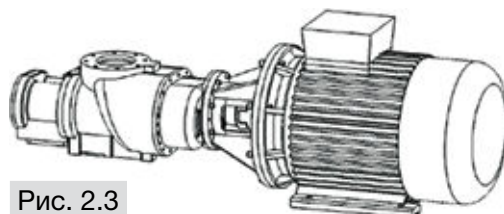

Рис. 2.3
- Компрессоры серии MD приводятся в действие с помощью соединительной муфты (смотрите рисунок 2.3). Энергия эффективно передается благодаря использованию соединительной муфты. Гибкая соединительная муфта также обеспечивает надежное совмещение двух валов. Допуск для передней кромки фланца двигателя по отношению к радиальному круговому выступу осевой линии двигателя, и соответствующей поверхности передней кромки двигателя относительно кругового выступа торцевой поверхности осевой линии двигателя показаны в таблице 2.1.